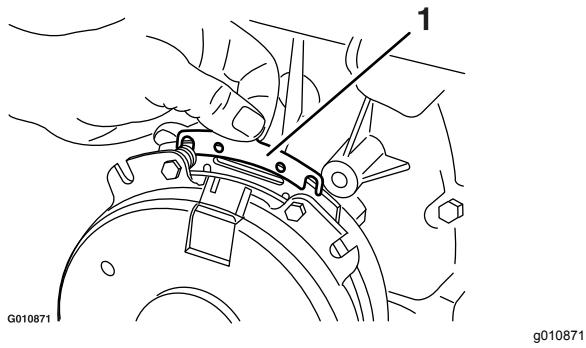

Figura 75
- B. Afferrate la linguetta sporgente con una pinza a becchi sottili o con le dita, e rimuovete lo spessore (Figura 75).